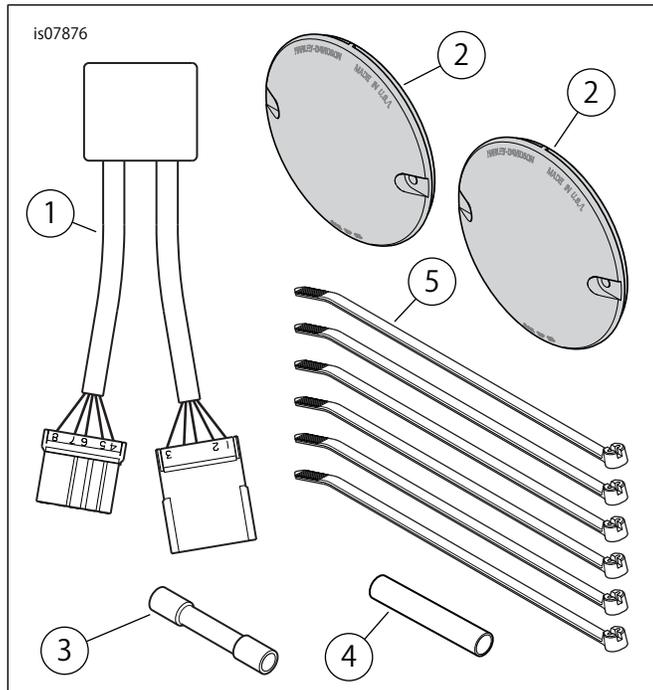

図3。交換用パーツ、補助ブレーキ/ラン/ターンシグナルコンバージョンキット
「図3」および「表1」を参照してください。
2. 「図3」を参照してください。キットからターンシグナルモジュール(1)を取り出します。ステップ1のコネクタにモジュールのコネクタを接続します。所定の位置にはめます。
6. 「図3」を参照してください。キットから赤色のターンシグナルレンズ(2)の1つを取り出します。赤色レンズをリアターンシグナルハウジングに取り付けます。元のスクリューで固定します。しっかりと締めます。反対側のレンズでも繰り返します。